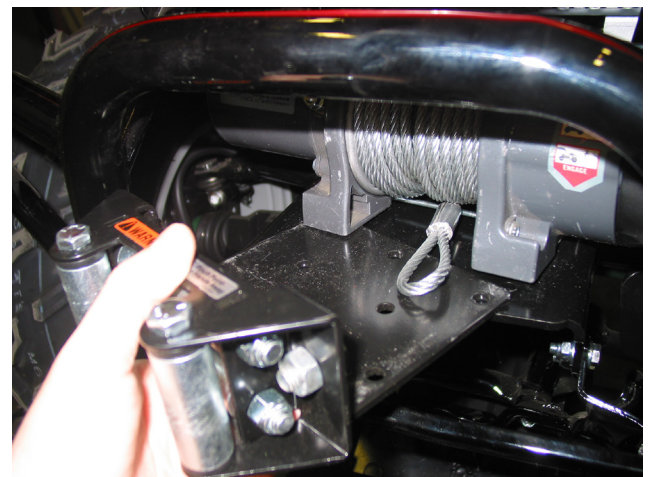

Figure 3
3. Servez-vous de boulons en U 5/16 pour fixer la partie arrière de la plaque de montage du treuil à la traverse du cadre du véhicule. Voir la Figure 3. Terminez avec des écrous de blocage 5/16 et des rondelles plates 5/16.